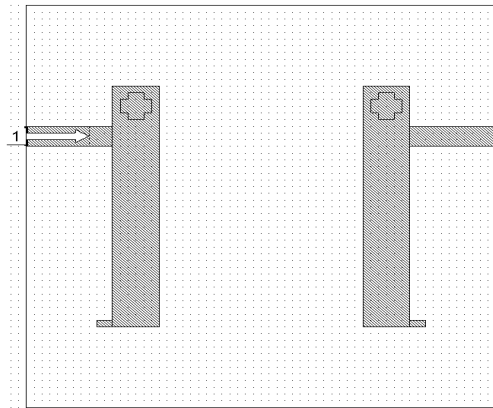

Рис. 5.31
8. Переместите курсор в окно электромагнитной структуры, нажмите клавишу **Ctrl** и щёлкните правой кнопкой мышки. Будет создано зеркальное отображение скопированной топологии. Переместите созданную копию резонатора вправо так, чтобы правый край горизонтального проводника совпал с правым краем корпуса электромагнитной структуры (рис. 5.31)